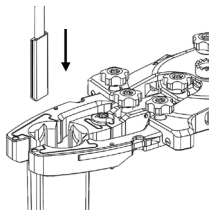

Abbildung 18
- Schieben Sie die Klemmstück-Spitze des **Lichtkabels** (ML-0068) in den Klemmstück-Kanal der Klinge (Abbildung 18).